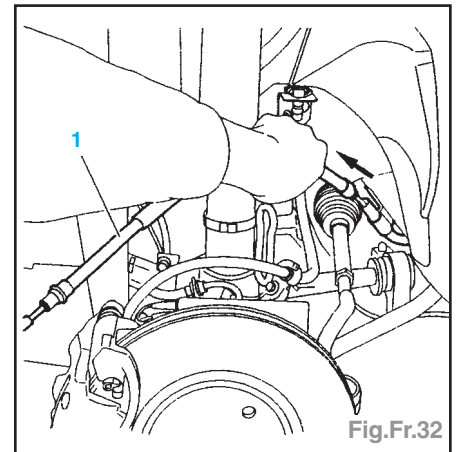

Fig.Fr.32
- Déposer le câble de frein de parking (1) (Fig.Fr.32).